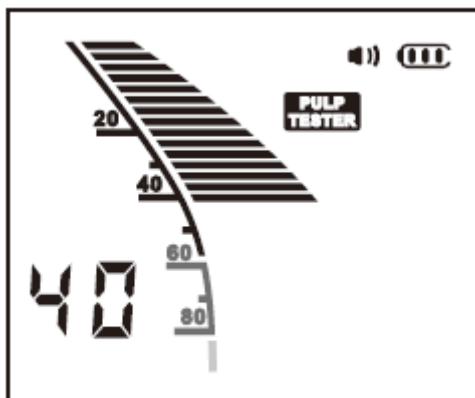

Рис. 31
- 1) Значение стимула в 1-99 единиц свидетельствует о том, что зуб "живой". (Рис. 31)